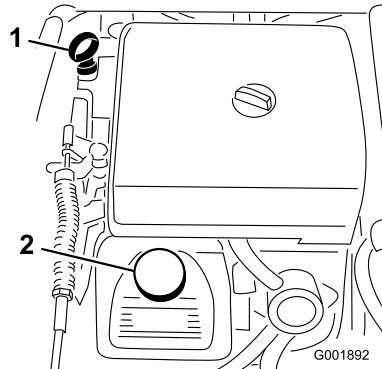

Figura 47
2. Togliete l'asta di livello ed asciugatela con un panno pulito (Figura 47). Inserite l'asta nel tubo e verificate che sia inserita a fondo. Rimuovete l'asta e controllate il livello dell'olio.
3. Se il livello dell'olio è basso, togliete il tappo di rifornimento dal coperchio della valvola (Figura 47) e versate dell'olio fino a portarne il livello al segno di pieno (Full) sull'asta. Versate l'olio lentamente, controllando spesso il livello durante questa operazione. Non riempite troppo.
8. Versate lentamente circa l'80% della quantità indicata d'olio nel bocchettone di rifornimento (Figura 47).